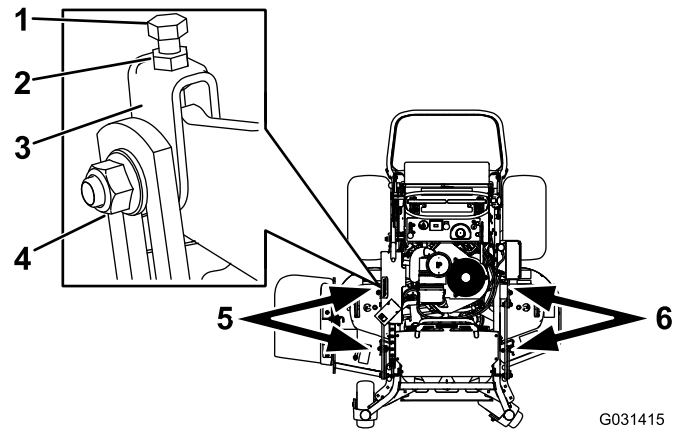

Figura 79
- Afloje la tuerca lateral y la contratuerca de las horquillas que desea ajustar (Figura 79).
- Gire el perno superior de las horquillas para ajustar la altura de la carcasa de corte (Figura 79).